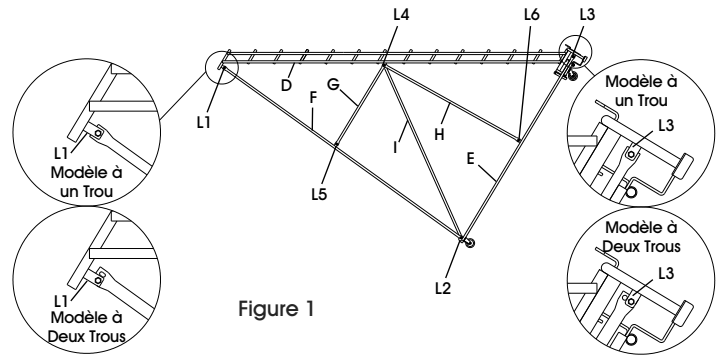

Figure 1
**REMARQUE :** Le panneau arrière (F) comporte des trous ronds et des trous fendus. Les trous ronds sont en bas et les trous fendus sont en haut (L1).
1. Placez le montant d'échelle (D) sur le sol. Effectuez le montage sur une surface protectrice afin de ne pas endommager la finition. (Voir Figure 1)
2. À l'aide de vis d'assemblage à tête hexagonale de 3/8-16 x 1 1/4 po et d'écrous autobloquants, boulonnez le haut (trou fendu) du panneau arrière (F) à l'intérieur de L1. (Voir Figure 1)
3. Boulonnez le bas (trou rond) du panneau arrière (F) et l'arrière du panneau de base (E) à l'intérieur de L2.
4. Boulonnez l'avant du panneau de base (E) à l'intérieur de L3. (Voir Figure 1)
1. Placez l'entretoise diagonale (I) à l'intérieur de L4 à l'aide de la vis déjà placée à l'étape 2, n° 1 et n° 2. Placez l'écrou freiné. (Voir Figure 1)
2. À l'aide de la vis installée à l'étape 1, n° 2, placez l'autre extrémité de l'entretoise diagonale (I) à l'intérieur de L2, puis placez l'écrou freiné.